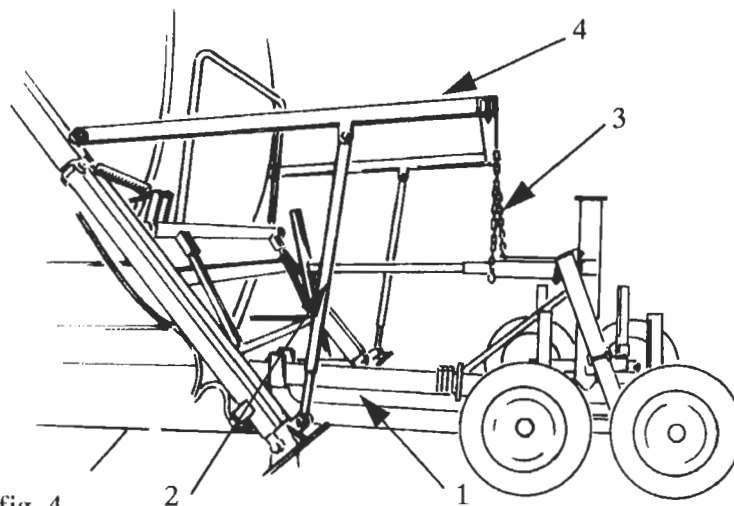

fig. 4
- 6) Montare i bracci alzacarrello con i relativi accessori (fig.4).
- 6) Assemble the trolley lifting arms with relevant accessories (fig. 4).